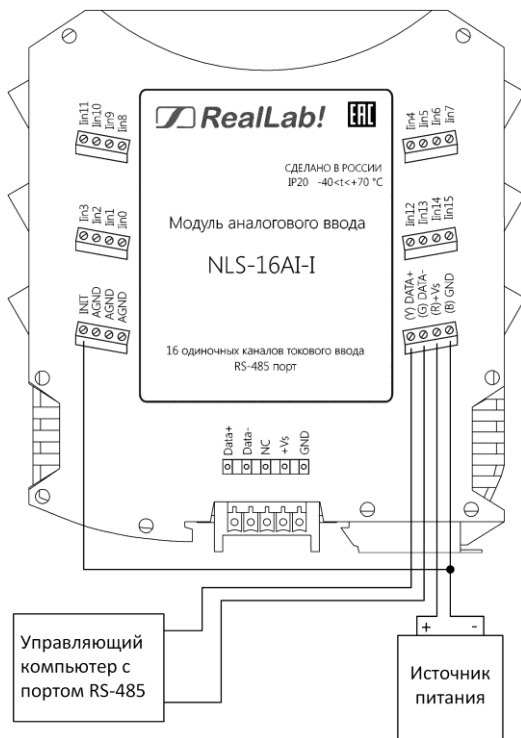

Рис. 5.3. Соединение вывода INIT* с "землей" для изменения настроек модуля
- установить переключку между выводом "INIT*" и выводом "GND" в соответствии с рис. 5.3;